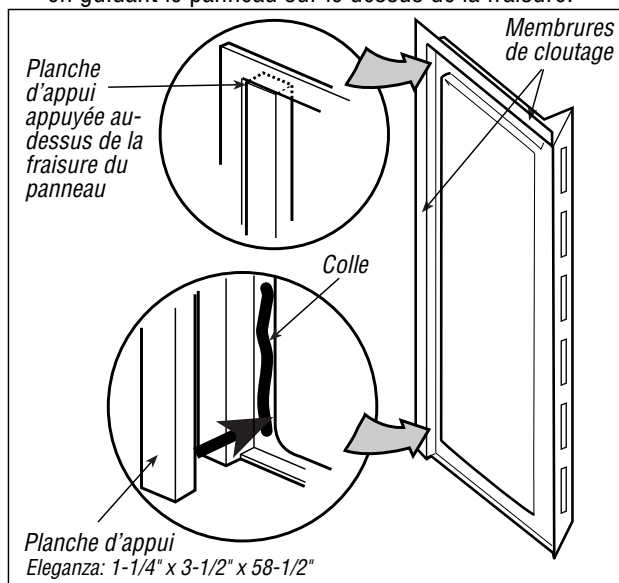

Figure 1
- 1** Si vous souhaitez installer une porte de baignoire, une planche d'appui (voyez la taille à la figure 1) doit être installée à l'arrière de chaque mur latéral. Appliquez un cordon de colle dans la fraisure de chaque mur latéral et attachez le panneau (fig. 1), en guidant le panneau sur le dessus de la fraisure.